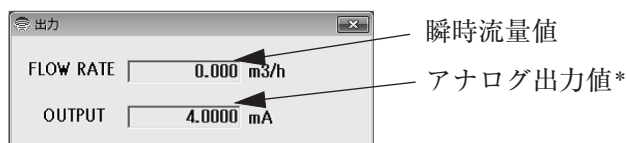

図19
- ① 画面上部メニューの「表示(V)」をクリックし、「出力(O)」を選び、再度クリックします。
- ② 図19のような、出力表示のメッセージボックスが現れます。